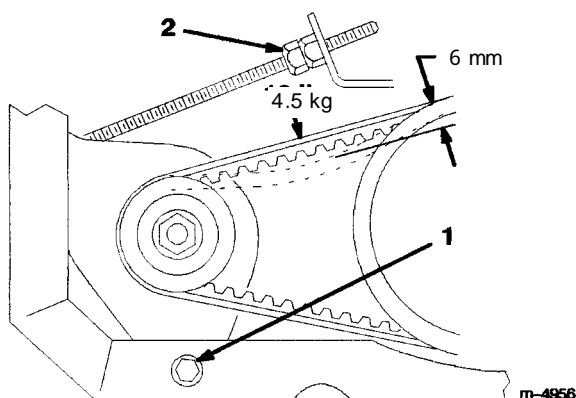

図 39
2. ジェネレータのピボットボルト（図39）をゆるめる。
4. 調整ボルト（キャリッジボルト）を締め、ピボットボルトを締める（図39）。